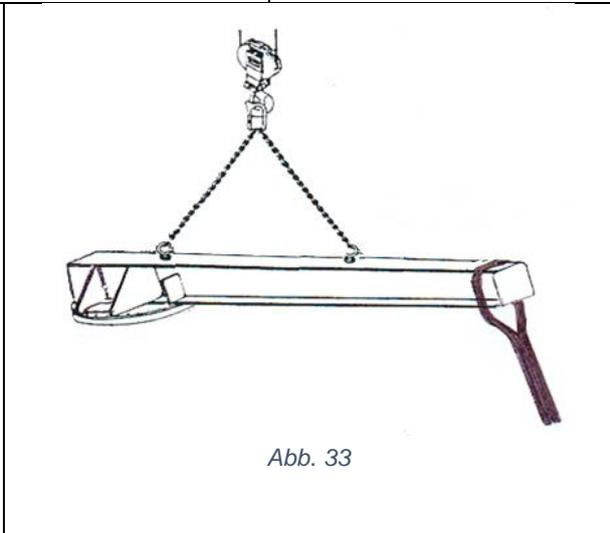

Abb. 33
6. Schwankungen und Schaukelbewegungen vermeiden und, falls nötig, das Gleichgewicht mithilfe eines am Auslegerende befestigten Seils halten (Abb. 33).